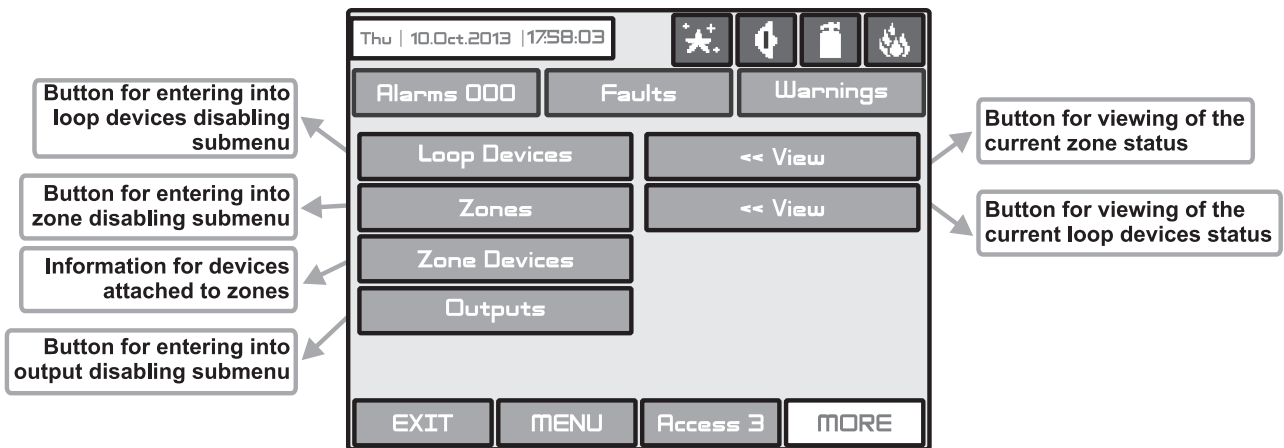
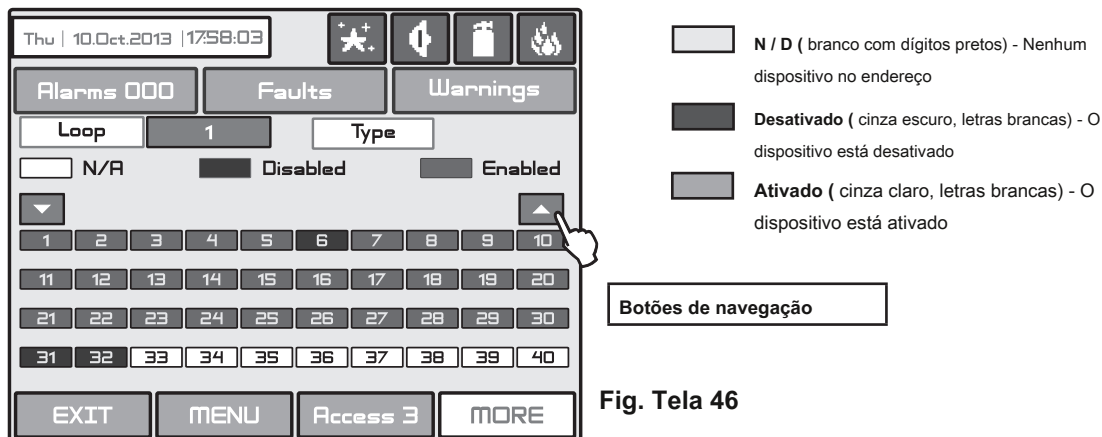
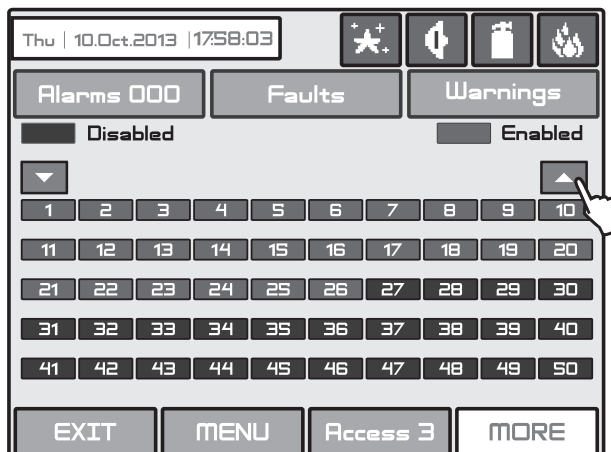
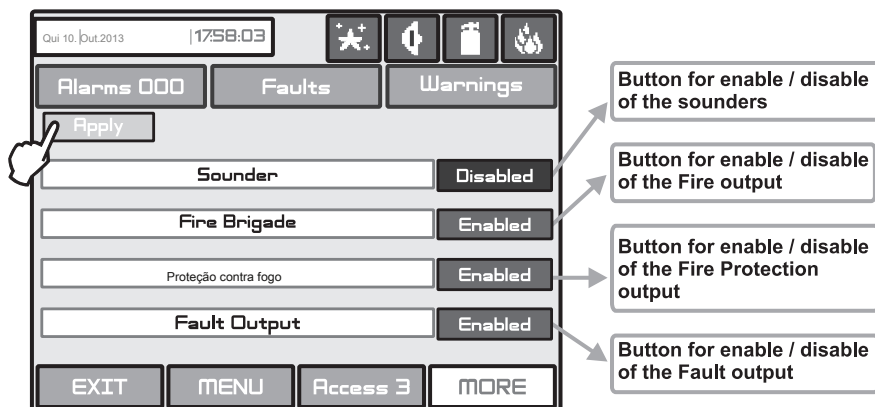

Fig. Tela 45.
Fig. Tela 46
Fig. Tela 47
Fig. Tela 49
O usuário / instalador pode ativar ou desativar os dispositivos de loop, zonas e as saídas do painel de incêndio. Para introduzir a ativação ou desativação de uma função, você pode escolher diretamente o respectivo botão e fazer as correções, ou primeiro pressionando "Visão" Para ver o estado atual do sistema e depois, se necessário, inserir novos dados - Fig. Tela 45.
O usuário / instalador pode primeiro ver o status atual dos dispositivos de loop escolhendo "Visão" Localizado próximo ao botão "Dispositivos de loop Botão" - ver Fig. Tela 45. O estado atual dos dispositivos de loop programados anteriormente no sistema são exibidos na tela (ver parte Programação, item 3.3.2 Dispositivos de Loop) - Fig. Tela 46.
O usuário / instalador pode primeiro verificar o status atual das zonas escolhendo " **Visão Botão** "situado ao lado do botão " Zonas "- ver Fig. Tela 45. O estado atual das zonas no sistema são exibidos na tela (ver parte Programação, item 3.4 Zonas) - Fig. Tela 47. No caso de uma zona desativada, o painel gera uma mensagem " **Zona Desativada** " e a " **Desabilitar** "LED no painel de controle está ativado.
Nota: A partir do menu de desabilitação você pode entrar diretamente no menu de configuração de dispositivos de loop (Fig. Tela 8) / menu de configuração de zona (Fig. Tela 14) escolhendo o botão "Dispositivos de Loop" / "Zonas" (Fig. Tela 45).
A partir do menu para desabilitar a introdução - Fig. Tela 45, o usuário / instalador também pode revisar os endereços de todos os dispositivos conectados a qualquer zona do sistema. Pressione o botão "Zone Devices". Na tela são apresentadas informações para o loop e o número da zona com uma lista dos dispositivos disponíveis.
A partir do menu para desabilitar introdução - Fig. Tela 45, o usuário / instalador pode desabilitar ou habilitar as saídas monitoradas do painel de incêndio IRIS - **Sirene, Brigada de Incêndio, Proteção contra Incêndio e Saída de falha** - Fig. Tela 49. Use o **APLIQUE** botão para confirmar sua escolha.